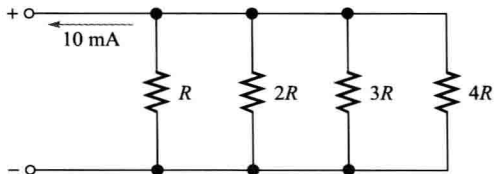

图 5-65 习题 33 图
33. 试问流过图 5-65 中各个电阻器的电流是多少? R 是最小阻值的电阻器, 其他电阻器的倍数值如图中所示。